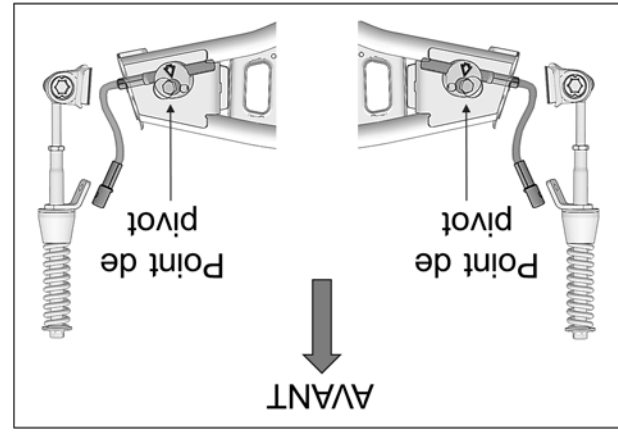

Fig. 28
18. À l'assemblage, assurez-vous que le point de pivot du disque en aluminium soit positionné en avant du câble du limiteur de conduite. Voir la Fig. 28